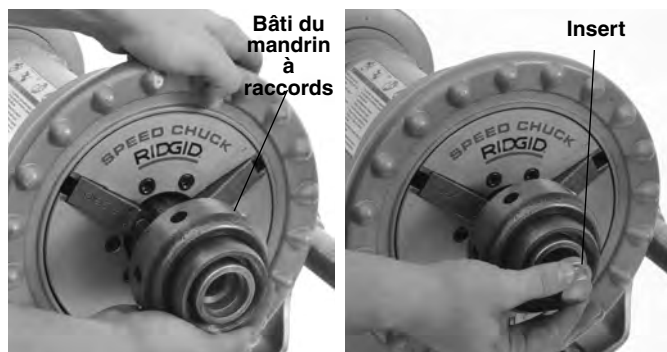

Figure 2 – Installation du mandrin à raccords avec insert
7. Au besoin, installez l'insert (Figure 2) de la manière suivante :